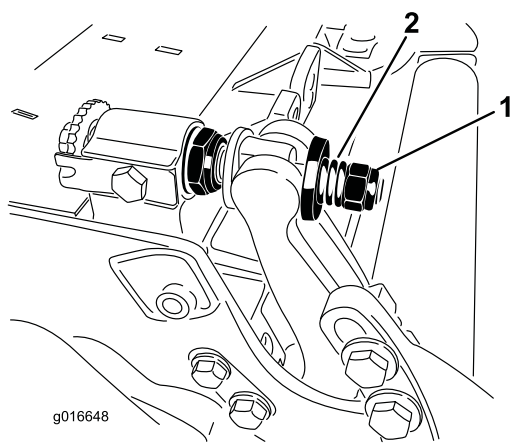

Bild 29
3. Ziehen Sie die Federspannungsmutter an, bis die Feder zusammengedrückt ist, drehen Sie sie dann eine 1/2 Umdrehung heraus (Bild 29).
10. Ziehen Sie die Mutter an jedem Untermesserträgerereinsteller an, bis die Druckfeder ganz zusammengedrückt ist, lösen Sie die Mutter dann um eine halbe Umdrehung (Bild 29).